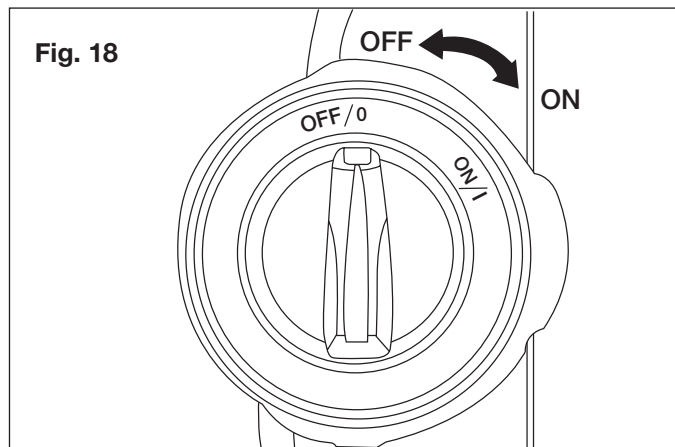

Fig. 18
14. Avant de brancher la machine dans la prise secteur, assurez-vous que l'interrupteur du moteur est sur la position « OFF » (0) (Fig. 18).